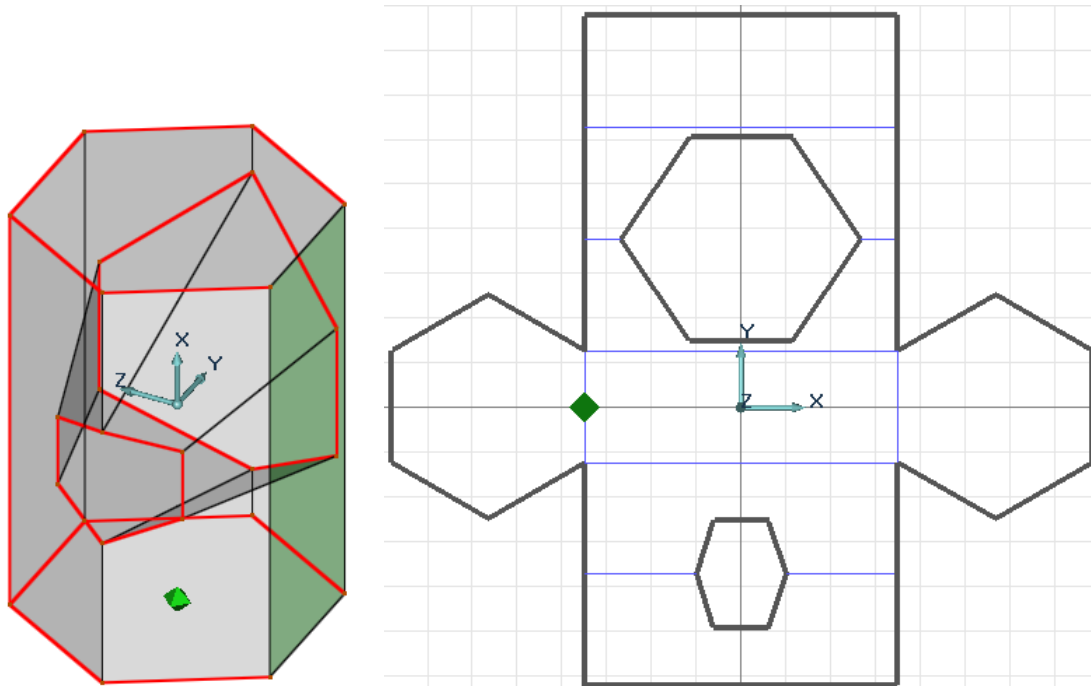

Рисунок 5.3 - Построение развертки наружной поверхности призмы
10. Постройте развертку боковых поверхностей призмы (**Развертка многогранника**  под кнопкой **Продление поверхности** ): по запросу системы последовательно выберите правую боковую грань призмы, 5 ребер, граничащих с нижним основанием, 5 ребер, граничащих с верхним основанием (кроме ребер на границах правой грани с нижним и верхним основанием), ребра, принадлежащие линиям пересечения призмы с пирамидой (всего 12) и крайнее левое ребро призмы (рисунок 5.3 слева), **Esc**.